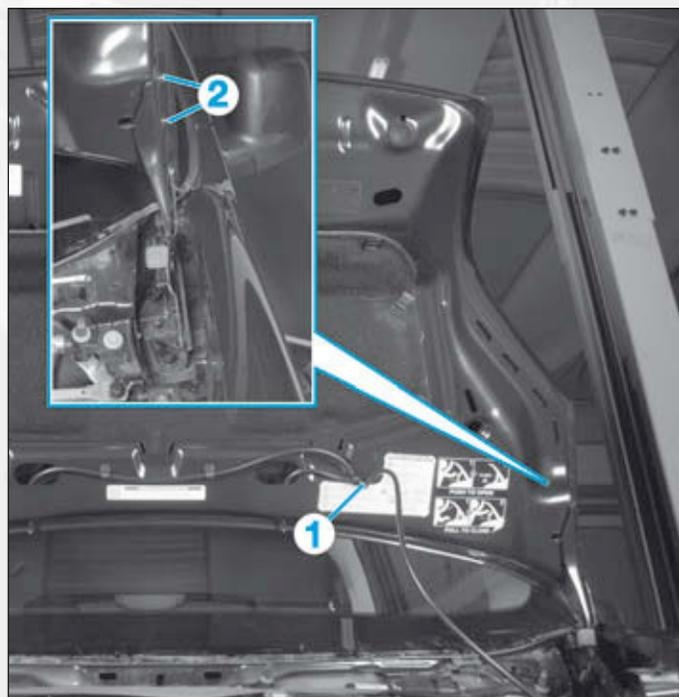

FIG.73
- Débrancher le tuyau de lave-glace (1) (Fig.73).
- A l'aide d'un autre opérateur, déposer les vis (2) de chaque côté du capot.